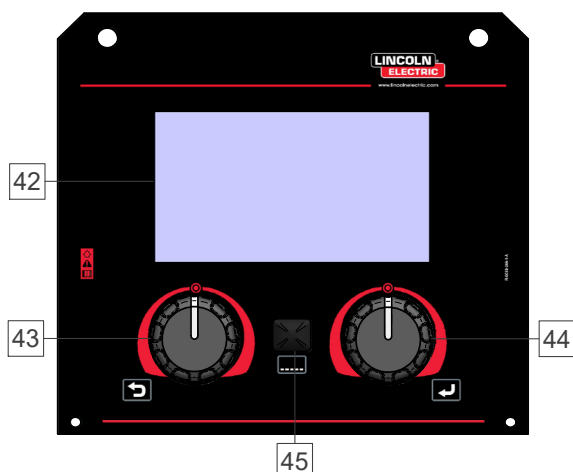

Figura 8
- Vizualizare avansată (Figura 8)
- Selectați una dintre vizualizări (Standard - Figura 7 sau Avansată - Figura 8).